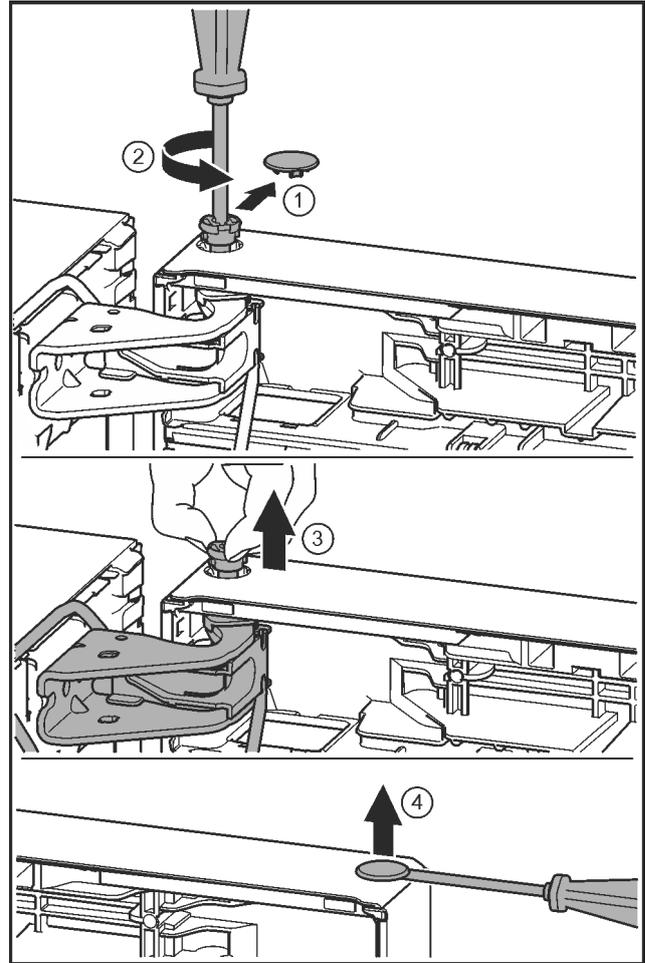

Fig. 21
- ▶ Facendo attenzione, togliere la copertura di sicurezza. Fig. 21 (1)
- ▶ Con un cacciavite T15 svitare leggermente il perno. Fig. 21 (2)
- ▶ Trattenere la porta ed estrarre il perno con le dita. Fig. 21 (3)
- ▶ Con un cacciavite sollevare con attenzione i tappi dalla boccia del supporto porta ed estrarli. Fig. 21 (4)